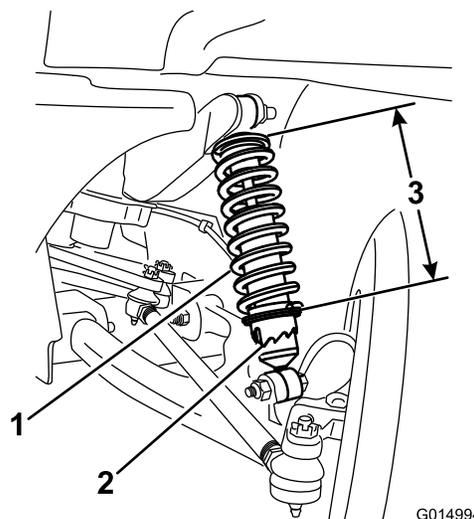

図 43
3. 特殊工具 TORO6010 を使って、ショックアブソーバのカラーを回転させてスプリングの長さを変更する 図 43。